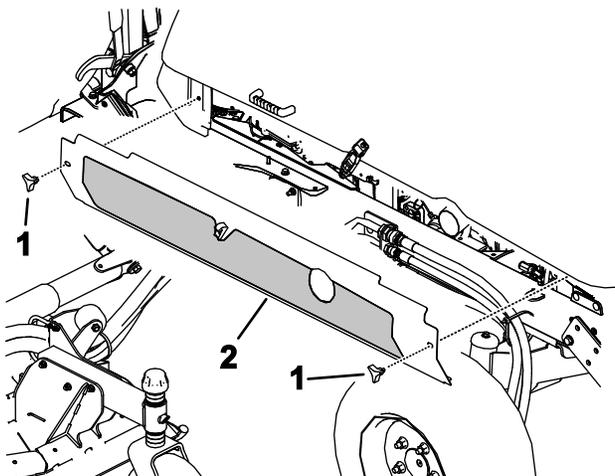

Рисунок 101
4. Ослабьте ручки и снимите оба боковых кожуха (Рисунок 101).
5. Установите боковые кожухи (Рисунок 101).